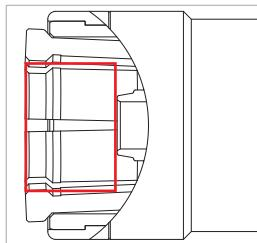

Figure 9
- ▶ Avant de mesurer le taux de fuite, il est impératif de rincer les parties suivantes du produit WEH® à l'air comprimé ou à l'azote (*Figure 9*) :
- l'intérieur de la douille de guidage (pos. 1)